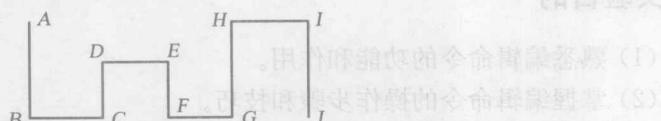

图 1-4
(4) 如图 1-4 所示,先用 PLINE 命令画出两条连续的复合线 ABCDEFGH、HIJ,再用 PEDIT 命令进行如下操作:
- ① 把它们连接成一条复合线。
- ② 作曲线拟合,然后恢复原状。
- ③ 利用顶点编辑命令做断开、拉直、移动、插入等操作。